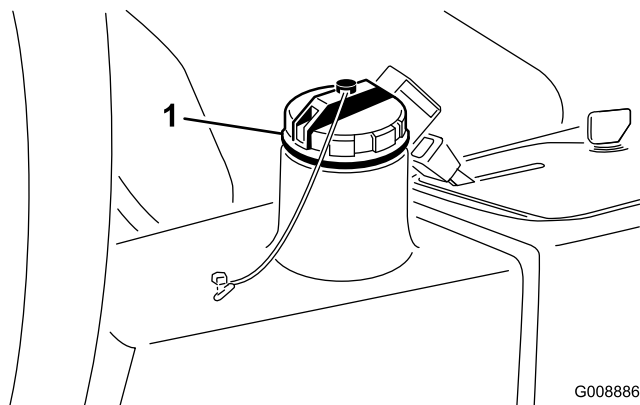

Figure 60
3. Remplissez le réservoir (Figure 60) d'environ 13,2 litres d'huile hydraulique (voir Contrôle du niveau de liquide hydraulique).